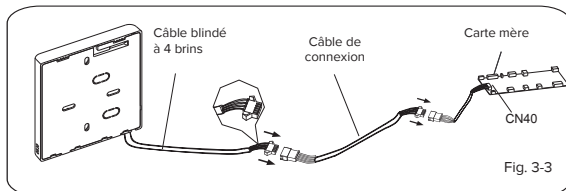

Fig. 3-3
- Raccorder le joint femelle du faisceau de câbles à partir de la carte mère avec le joint mâle du faisceau de câbles de raccordement. (Voir Fig. 3-3)
- Raccorder l'autre extrémité du faisceau de câbles de raccordement avec le joint mâle des fils du faisceau de câbles du régulateur filaire. (Voir Fig. 3-3)